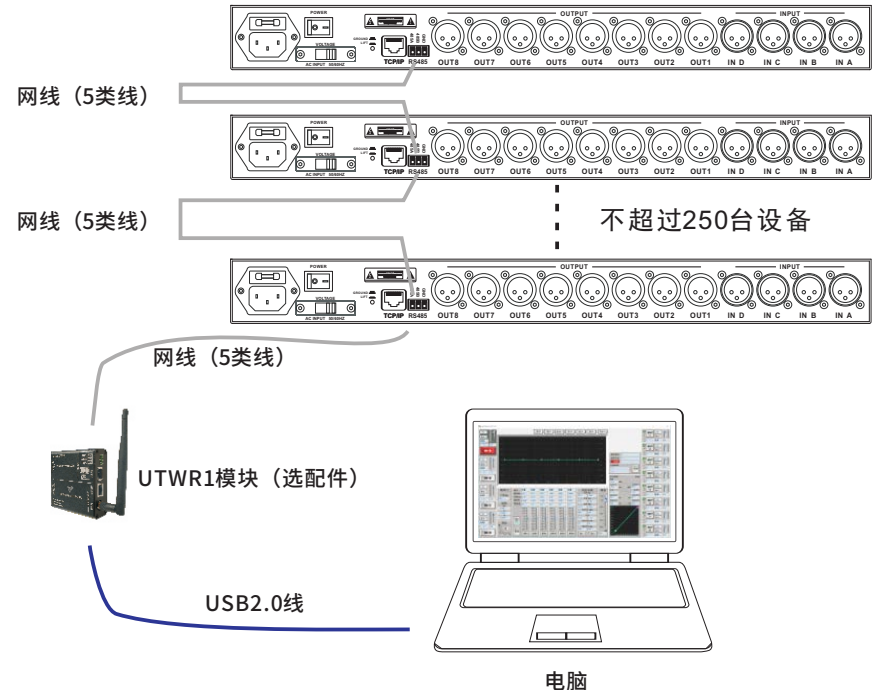

图1.2.3
(1)将多台设备（最多250台）通过设备后板的RS485标准串行接口串联，再连接电脑（如图1.2.3）
此时旋转编码器可选择ID号，点按编码器确认时的数字即为当前该设备的ID号。该连机方法适用于PC机远距离控制多台设备，PC机可1次选择1个ID号连接1台设备，最远1台设备的距离可达到1500m，ID号选择及连机方法将在下面介绍。（注：有些PC机没有RS485标准串行接口，一般只有USB端口，所以需要将USB端口转换为RS485标准串行接口才能让PC机和设备通过RS485标准串行接口进行通讯）。如图1.2.3